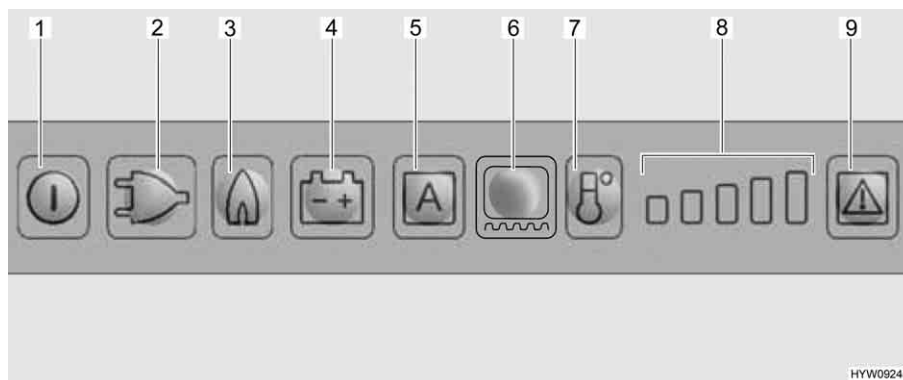

Fig. 140 Quadro comandi LED (frigorifero Dometic)
Se è impostata la modalità di funzionamento "AES", la tensione a 230 V **non** è allacciata e il motore del veicolo è **spento**, il sistema AES seleziona il rifornimento di gas. Selezionando il funzionamento a gas, il dispositivo di sicurezza si apre automaticamente, così che il gas possa fluire al bruciatore. Contemporaneamente si inserisce l'accenditore elettronico. Se la fiamma del gas si spegne, p. es. a causa di un colpo di vento, l'accenditore viene subito azionato riaccendendo il gas. In caso di guasto del funzionamento a gas, i tasti luminosi relativi a gas (Fig. 140,3) e guasto (Fig. 140,9) lampeggiano e viene emesso un segnale acustico per 20 secondi.
Dopo l'accensione il frigorifero seleziona automaticamente la regolazione intermedia del termostato. Questa regolazione può essere modificata manualmente tramite il tasto di selezione del livello di temperatura (Fig. 140,7). Le spie di controllo (Fig. 140,8) indicano la temperatura selezionata sul termostato. Il tasto di selezione del livello di temperatura permette di regolare la temperatura di refrigerazione per tutti e tre i tipi di energia. Ci vogliono alcune ore prima che il frigorifero raggiunga la temperatura normale di esercizio. Cambiando la modalità di funzionamento la regolazione del termostato non viene modificata. La temperatura di refrigerazione è indipendente dal tipo di energia utilizzata.
- Accendere il riscaldamento del telaio per 2 ore: Premere una volta il tasto luminoso per il riscaldamento del telaio (Fig. 140,6). Sull'indicazione dei gradi di temperatura (Fig. 140,8) si accende una barra.
- Accendere il riscaldamento del telaio per 5 ore: Premere due volte il tasto luminoso per il riscaldamento del telaio (Fig. 140,6). Sull'indicazione dei gradi di temperatura (Fig. 140,8) si accendono due barre.
- Regolazione del riscaldamento del telaio ad esercizio continuo: Premere tre volte il tasto luminoso per il riscaldamento del telaio (Fig. 140,6). Sull'indicazione dei gradi di temperatura (Fig. 140,8) si accendono tre barre.
L'indicazione dei gradi di temperatura (Fig. 140,8) indica per alcuni secondi la durata di esercizio del riscaldamento del telaio.
Nel caso di temperature esterne ed umidità dell'aria elevate è possibile che si formino gocce d'acqua sul telaio in metallo del vano congelatore. Per questo motivo il frigorifero è dotato di un riscaldamento del telaio per il vano congelatore. Nel caso di temperature e umidità dell'aria elevate, accendere il riscaldamento del telaio con il tasto luminoso per il riscaldamento del telaio (Fig. 140,6). È possibile così evitare fenomeni di corrosione. Quando il riscaldamento del telaio è acceso, si accende il tasto luminoso (Fig. 140,6).
- Premere il tasto On/Off (Fig. 140,1) per circa 2 secondi. Il frigorifero si accende e viene visualizzato l'ultimo tipo di energia impostato, oppure "AES".
- Impostare la temperatura di refrigerazione con il tasto di selezione del livello di temperatura (Fig. 140,7). Le spie di controllo (Fig. 140,8) indicano la temperatura selezionata sul termostato.
- Premere il tasto On/Off (Fig. 140,1) per circa 2 secondi. Il frigorifero si spegne e le indicazioni smettono di lampeggiare.